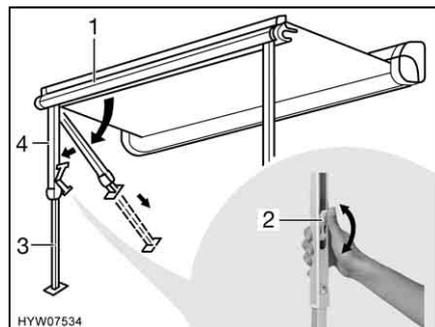

Fig. 9 Mettre les pieds d'appui en place
- Détacher les pieds d'appui (Fig. 9,4) du listeau frontal (Fig. 9,1) d'une légère pression vers l'extérieur, les déplier et les mettre en place.
- Sortir la partie inférieure des pieds d'appui (Fig. 9,3) jusqu'à la longueur voulue.
- Fermer le dispositif de verrouillage des pieds d'appui. Pour cela, pousser le levier de verrouillage (Fig. 9,2) vers le haut.